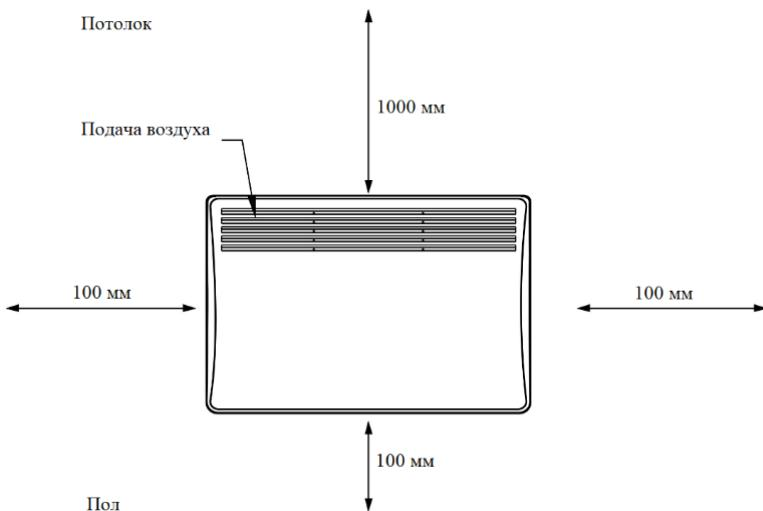

Рис. 2 Минимальные расстояния от конвектора до пола, потолка, по-сторонних предметов
1. Определите место установки прибора с соблюдением минимальных расстояний до посторонних предметов, потолка и пола в соответствии с Рис. 2.